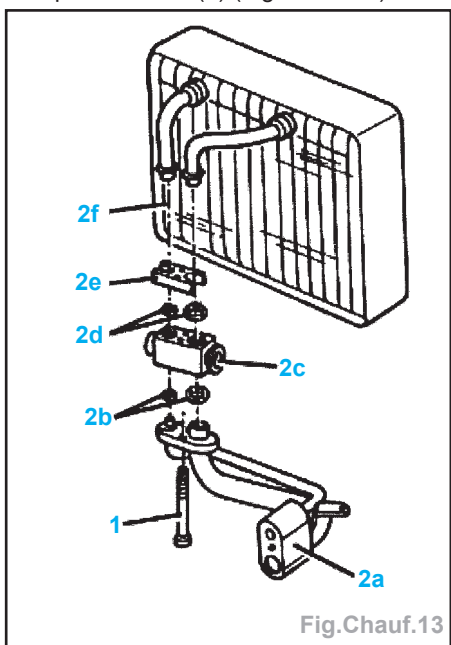

Fig.Chauf.13
- Déposer les vis (2), puis retirer le couvercle (3).
- Déplacer le joint (4).
- Déposer la vis (5).
- Détacher le capteur anti-givrage (6) de l'évaporateur.
- Déposer l'évaporateur (7).
- Déposer les vis (1) (Fig.Chauf.13).